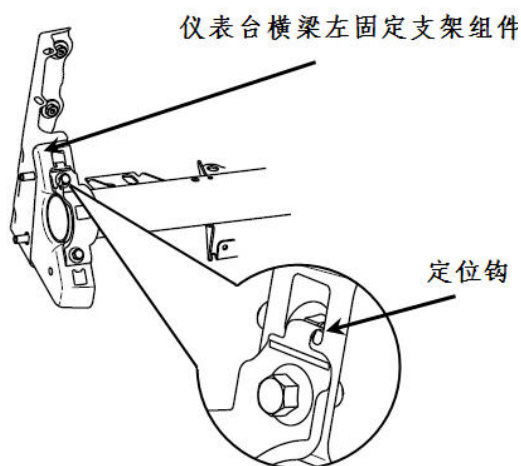
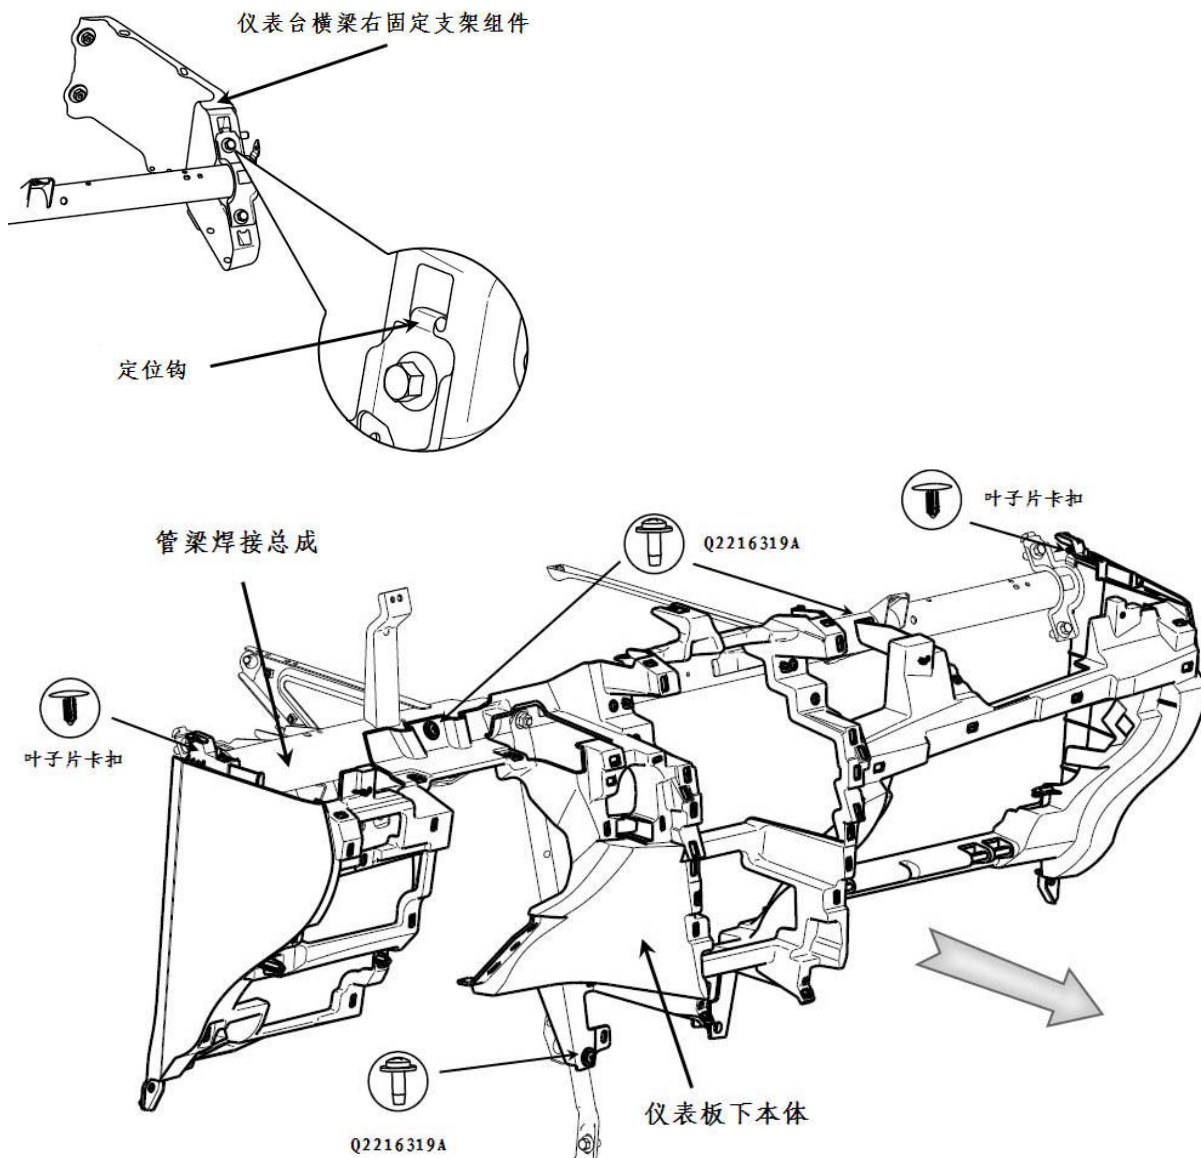

图 45
图 46
确认无误后，将图 45 中所示的左侧定位钩脱开，再将图 46 中所示的右侧定位钩脱开，即可将管梁以及仪表板下本体将车身上拆下。
- 2). 由于仪表板下本体与管梁的连接采用了 3 个 ST6.3 的十字槽盘头自攻螺钉和大垫圈组合件, 用工具将安装点的螺钉拆解, 安装点位置如图 45 所示。
- 3). 确认与线束连接全部断开后, 即可沿图 46 中的箭头方向将仪表板下本体拆分下来。